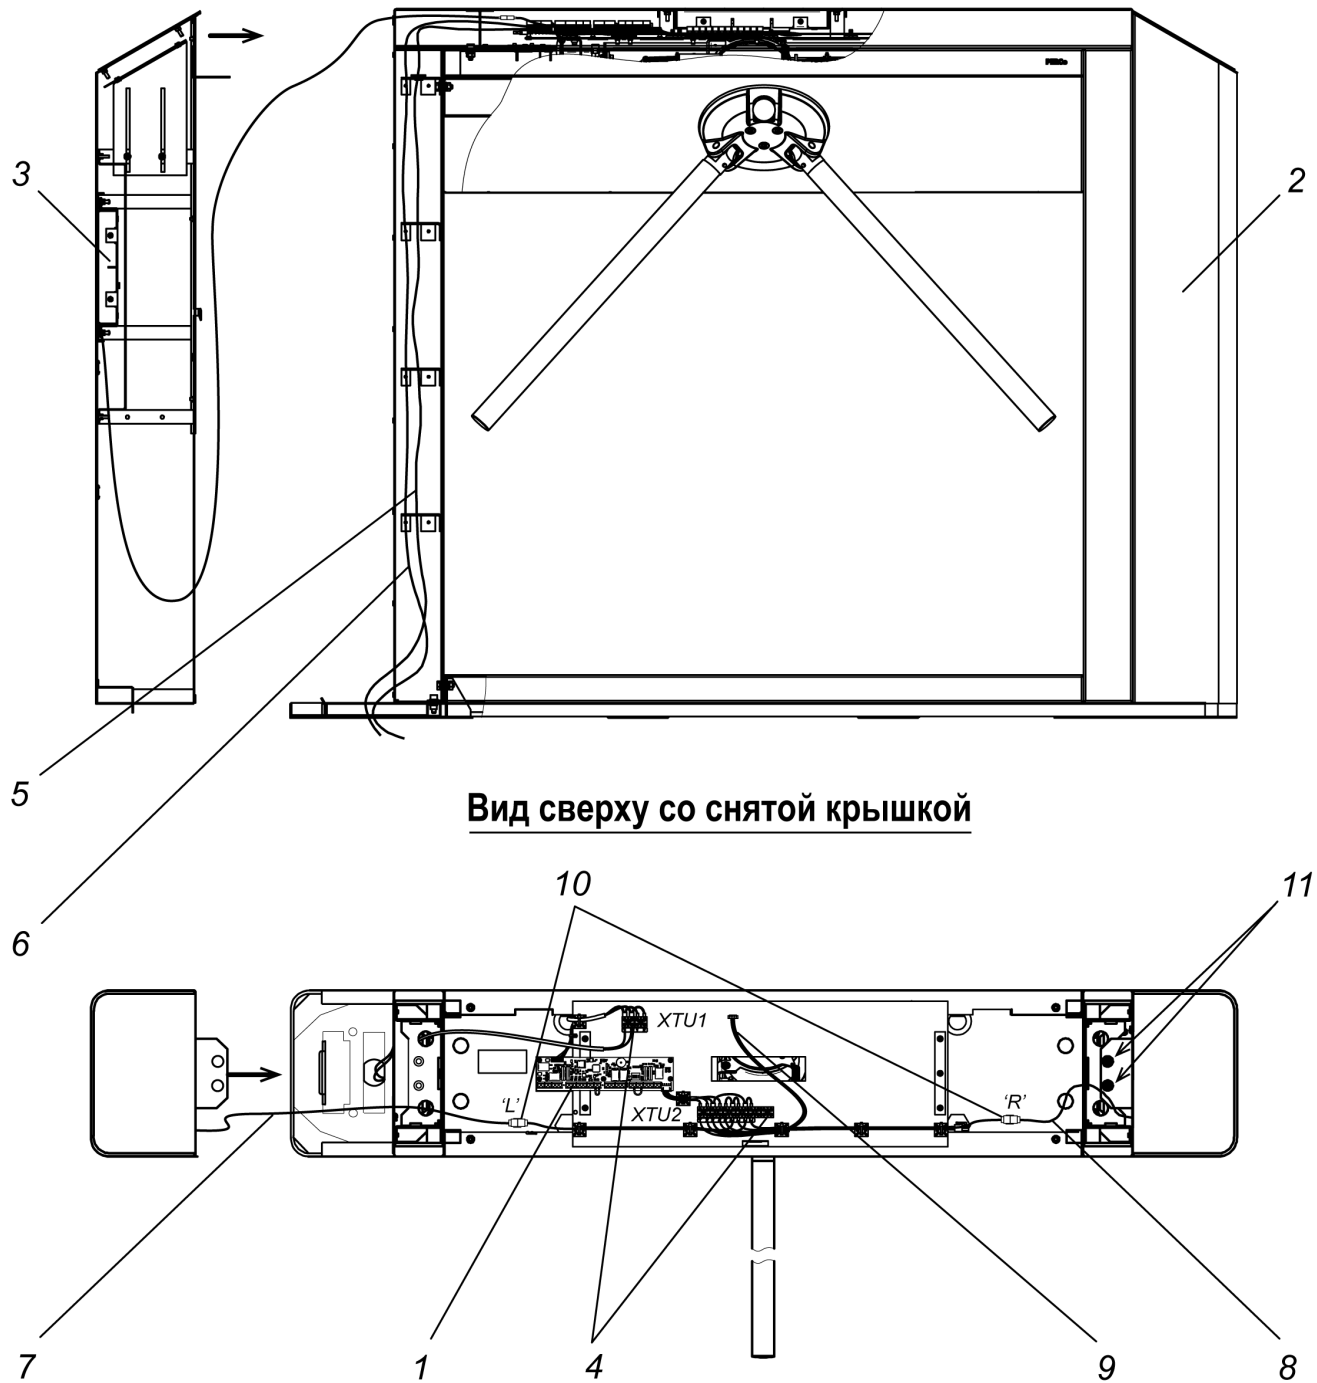

Рисунок 19. Схема прокладки кабелей в стойке турникета
3. При необходимости прокладки кабелей под поверхностью пола подготовьте в полу кабельный канал, подходящий к зоне ввода этих кабелей в стойку турникета. Прокладка кабелей внутри стойки показана на рис. 19.
- зафиксируйте боковой модуль при помощи двух винтов М5×12 с двумя шайбами каждый – пружинной и плоской увеличенной (см. позицию 11 на рис. 19), винты и шайбы входят в комплект поставки основной стойки турникета;
- присоедините разъем кабеля индикации от бокового модуля к соответствующему (правому «R» или левому «L») разъему кабеля индикации от основной стойки (10 на рис. 19).
16. Установите на место основную крышку турникета (2), см. разд. 6.